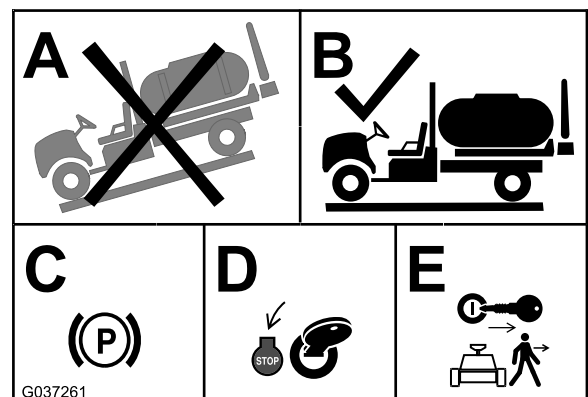

Рисунок 1
1. Переместите машину на горизонтальную поверхность (вид А и В на Рисунок 1).
2. Включите стояночный тормоз (вид С на Рисунок 1).
3. Заглушите двигатель (вид D на Рисунок 1).
4. Извлеките ключ из замка зажигания (вид Е на Рисунок 1).